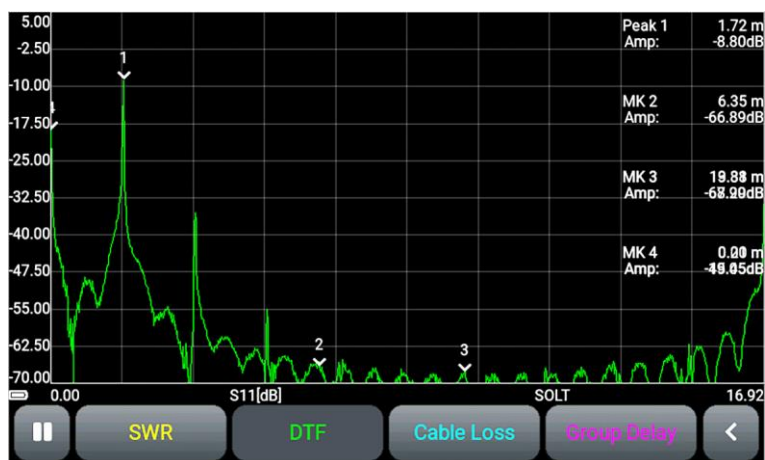

Рисунок 10.12 – График измерения расстояния до повреждения кабеля
10.7.1. **DTF – distance to fault** – расстояние до повреждения. Данный график (Рисунок 10.12) позволяет измерять расстояние до повреждения или неоднородности кабеля в линиях связи. Вычисляется как обратное преобразование Фурье от частотного массива коэффициентов отражения.